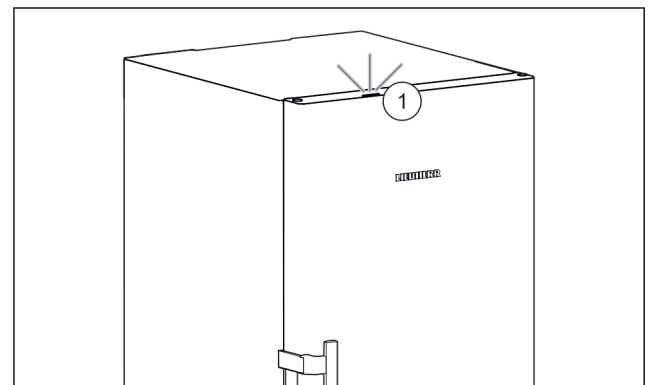

Fig. 4
Quando si mette in funzione l'apparecchiatura, la spia di stato Fig. 4 (1) è disattivata in fabbrica.\*